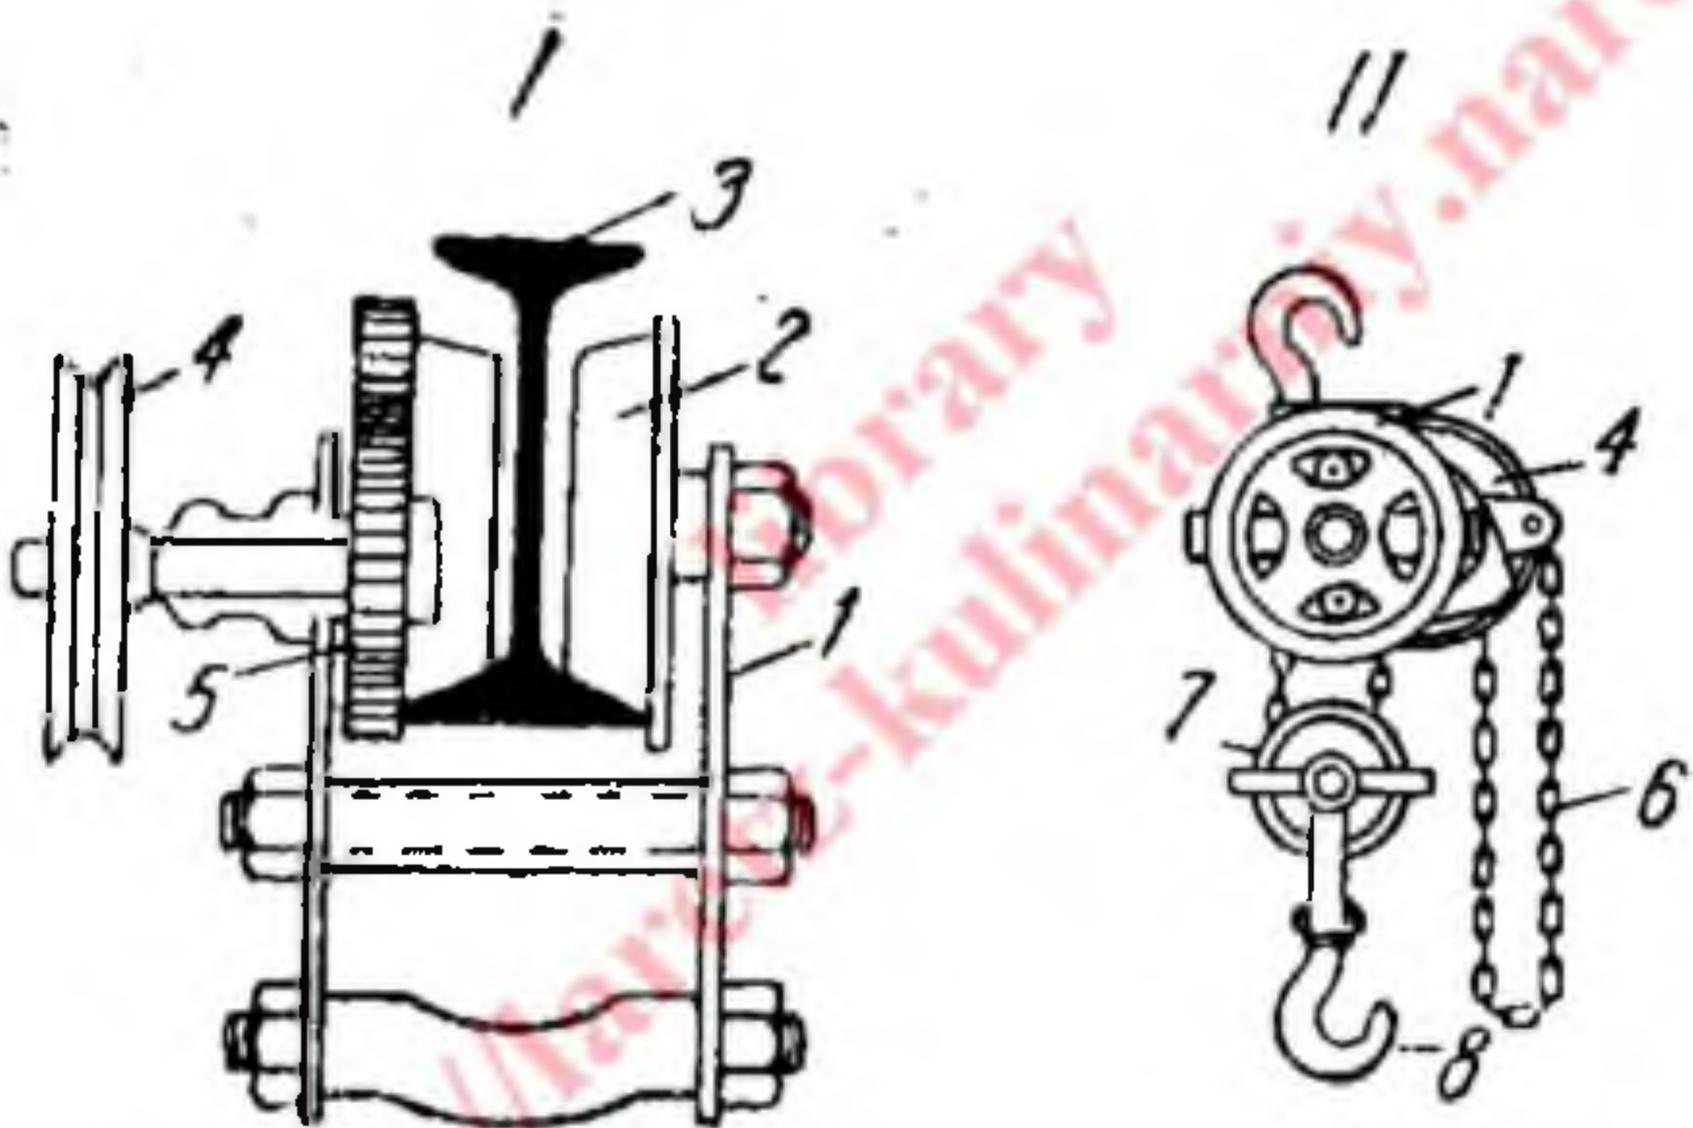

Рис. 25. Кошка и червячный блок.
Ручная таль (рис. 25) состоит из двух частей: кошки (I) и червячного блока (II).